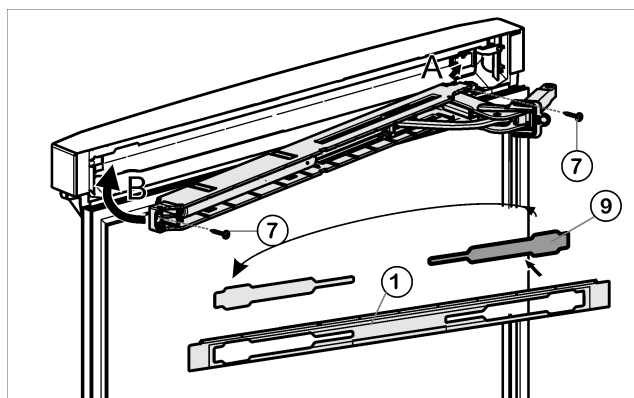

Fig. 25
- ▶ Détacher le cache Fig. 25 (9) du panneau Fig. 25 (1) et le remettre en place de l'autre côté.
- ▶ Encliqueter l'unité supérieure de l'amortisseur de fermeture avec l'articulation du côté charnière (A) et la guider pour la repositionner (B).
- ▶ Visser à fond l'unité de l'amortisseur de fermeture (2 vis Torx 15) Fig. 25 (7).